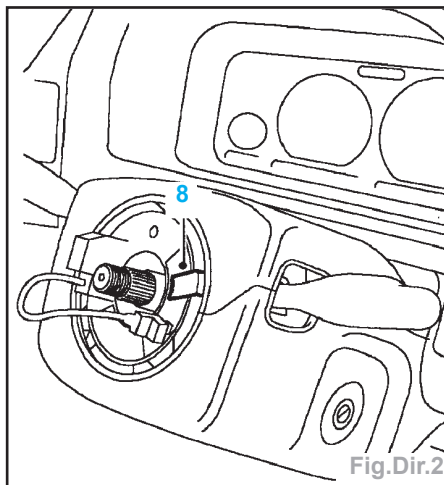

Fig.Dir.2
- Immobiliser le volant et desserrer l'écrou autofreiné (6) maintenant le volant sur la colonne.
- Déposer le volant (7).
- Attacher un ruban (8) sur le bord de l'accouplement tournant pour le maintenir en position correcte (Fig.Dir.2).